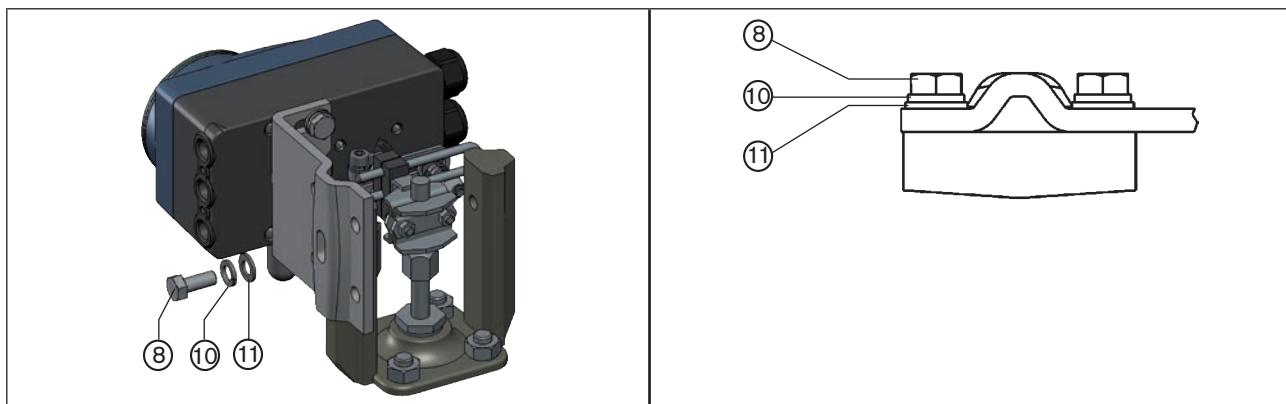

Figure 25 : Fixer le positionneur avec l'équerre de montage pour les actionneurs avec cadre de fonte
→ Fixer l'équerre de montage sur le cadre de fonte avec une ou plusieurs vis à tête hexagonale ⑧, rondelles élastiques ⑩ et rondelles ⑪ (voir « Figure 25 »).